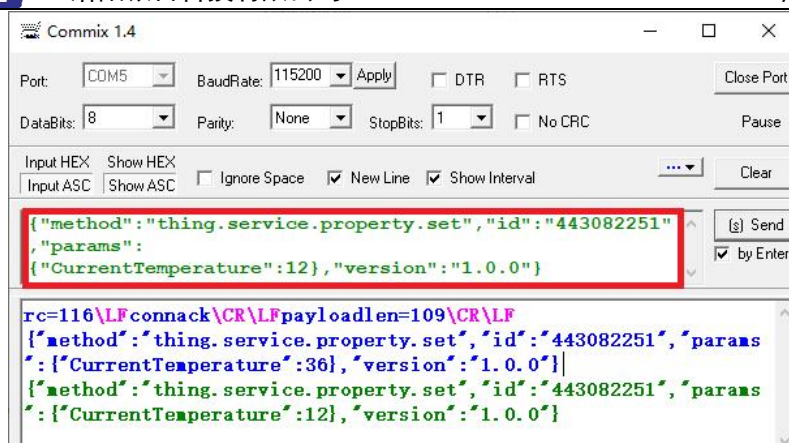

图 14-43 串口端发送数据界面
(5) 串口端向上发送数据，发送温度参数 12 摄氏度，如图 14-43 所示；